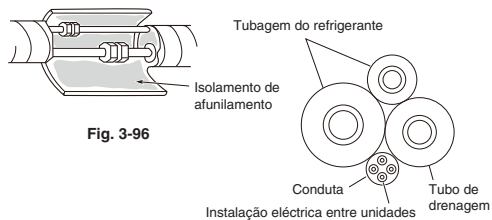

Fig. 3-96
- (3) Dobre cuidadosamente a tubagem (se necessário) para que passe ao longo da parede na direcção da unidade exterior e, em seguida, isole-a com fita em toda a sua extensão. O tubo de drenagem deve descer em linha recta na parede, até um ponto em que o escoamento da água não manche a parede.
- (4) Ligue a tubagem do refrigerante à unidade exterior. (Depois de realizar um teste de fuga no local de ligação, isole-o com o isolamento de tubagem. (Fig. 3-96)).